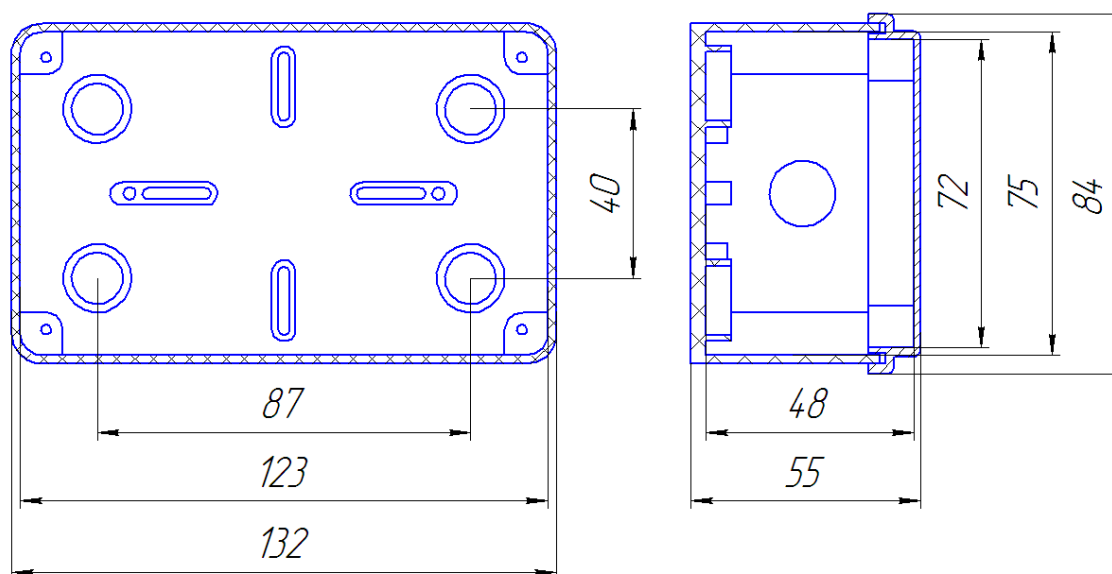

Рис. 1 – Габаритные размеры коробки
- разметить место крепления коробки к рабочей поверхности, рис. 1;